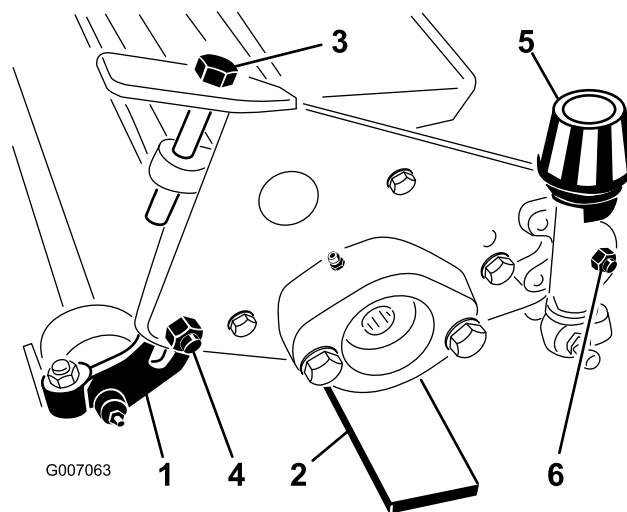

Figura 2
2. Afloje las (2) tuercas de bloqueo de los pernos que aseguran los soportes de las ruedas traseras al bastidor de la escarificadora (Figura 2).
4. Gire los tornillos de ajuste en cada extremo de la unidad escarificadora de forma que los soportes de las ruedas traseras se eleven a la posición superior máxima (Figura 2). Apoye las ruedas posteriores
1. Barra de ajuste (4)
3. Con ambas ruedas posteriores en contacto con la superficie horizontal, afloje ambas tuercas de bloqueo del mando de altura de corte. Gire los mandos de altura de corte hasta que ambos extremos del rodillo frontal estén en contacto con la superficie horizontal. Verifique el contacto empleando un trozo de papel para comprobar cada extremo del rodillo. Vuelva a apretar ambas tuercas de bloqueo del mando de altura de corte (Figura 2).